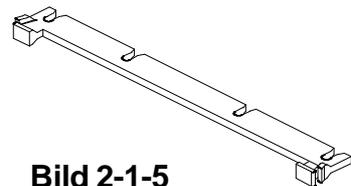

Bild 2-1-5
- ❑ Kühlkörperhalter Oberteil (HSSTOP) - Wird auf das Basisteil gesteckt (klick), nachdem die CPU mit Kühlkörper eingebaut worden ist. (siehe Bild 2-1-5)